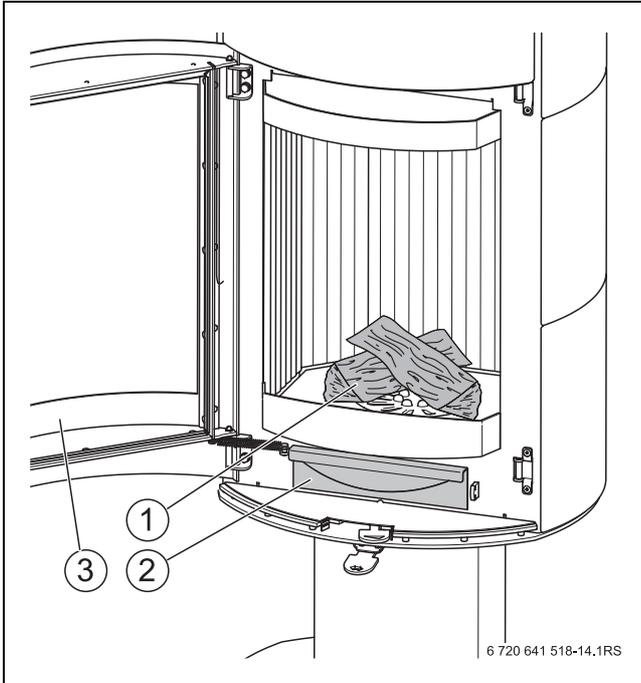

Fig. 3 Camera di combustione con i ceppi di legno
- ▶ Far funzionare la stufa solo con il cenerario inserito (→ fig. 3, [2], pag. 9).